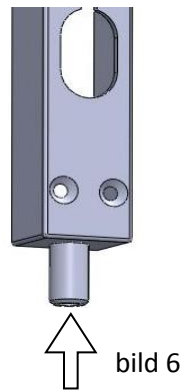

bild 6
- 2.) Montering av slutbleck till kantregel, färga in kolvens ändplan (bild 6) stäng anslagsdörren pressa ut kantregelns låskolv så att det blir ett avtryck i tröskel, överstycke, borra och hugg ut för slutblecket.